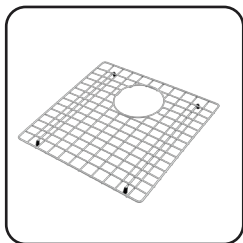
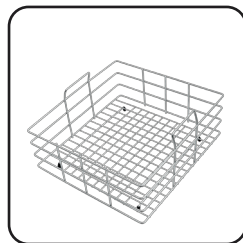

Fig. 1
Fig. 2
- Use uma grade aramada ou cesto no fundo da cuba para proteger o acabamento. Esses acessórios podem permanecer na cuba sem causar corrosão. A Tramontina oferece acessórios para esse fim (fig. 1 e fig. 2) (vendidos separadamente).